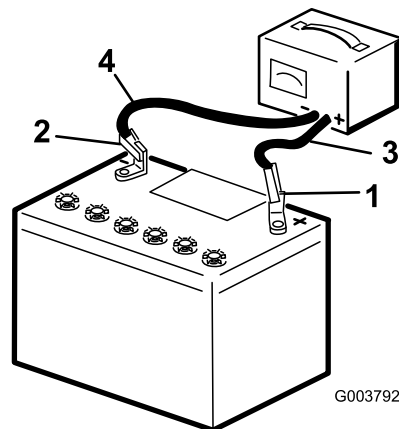

図 70
4. バッテリーのプラス端子にプラスケーブルを接続する 図 70。
5. バッテリーのマイナス端子にマイナスケーブルを接続する 図 70。
7. 充電が終わったら、充電器のプラグをコンセントから抜いてから、充電用のリード線をバッテリー端子から外す 図 70。